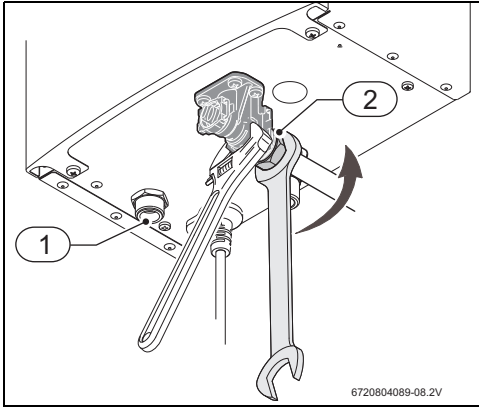

Fig. 21 Conexión de agua
- Cuando apretar la conexión de agua fría, fijar el módulo de agua conforme indicado en la Fig. 21.